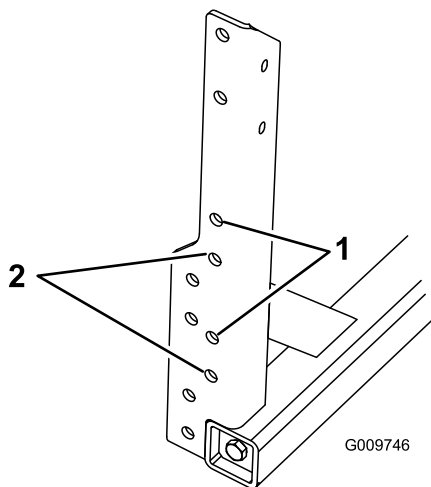

Figure 13
2. Reportez-vous à la Figure 13 pour localiser les trous appropriés pour le montage de rampe centrale sur la machine.